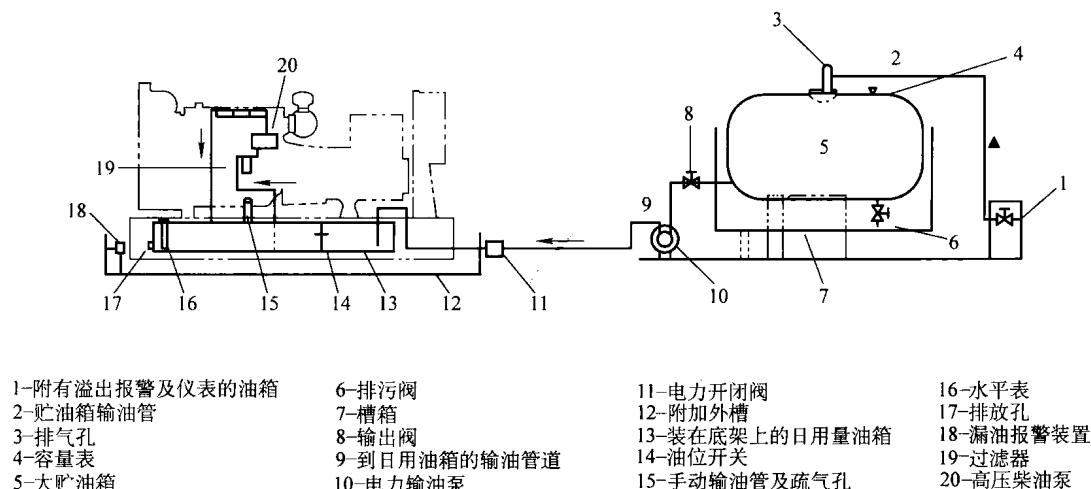

图 2-4 底盘内置油箱供油系统
6) 供油系统及油料周围严禁烟火或其他明火，任何人不准在此吸烟。贮油缸四壁禁止受压受挤。系统不得使用镀锌钢管，避免与油品产生化学反应，损害机组，一般应使用黑铁管。输油管的设置，其管径不得小于机身上油管开口位置的直径，溢出管应大于开口直径一个规格或者两个规格，特别是环境温度较低时更应大一些，以保证其永远畅通。与机身连接时应使用软连接，防止振开或断裂。另外，第一级过滤器应装在输送泵与发动机过滤器之间，排水阀、沉淀物排放阀应装在输送泵的逆端。这里提供一套先进供油系统，请读者参阅图2-4。